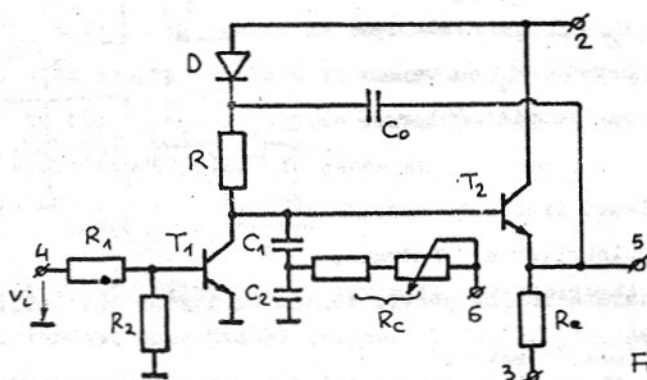

Fig.22.11
6. Se identifică schema generatorului de tensiune liniar variabilă de tip bootstrap din fig.22.11, în care tranzistoarele folosite sînt de tipul npn (de exemplu, BC 172 A), iar dioda din siliciu (BA 243).